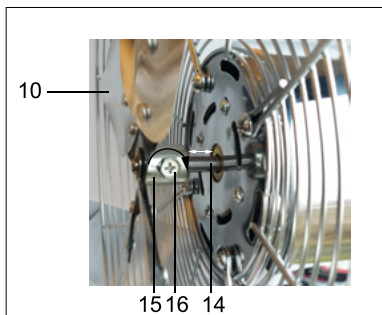

Fig.83: Montarea rotorului
15. Deșurubați șuruburile în cruce (16) de pe distanțierul (15) rotorului (10) prin rotirea în sens contrar acelor de ceasornic, până când se formează un orificiu ușor accesibil.
16. Împingeți rotorul (9) cu distanțierul înaintea pe butucul motorului (14).
*Rotorul nu trebuie să fie poziționat cu distanțierul direct pe blocul motor. Vezi Fig. 83.*